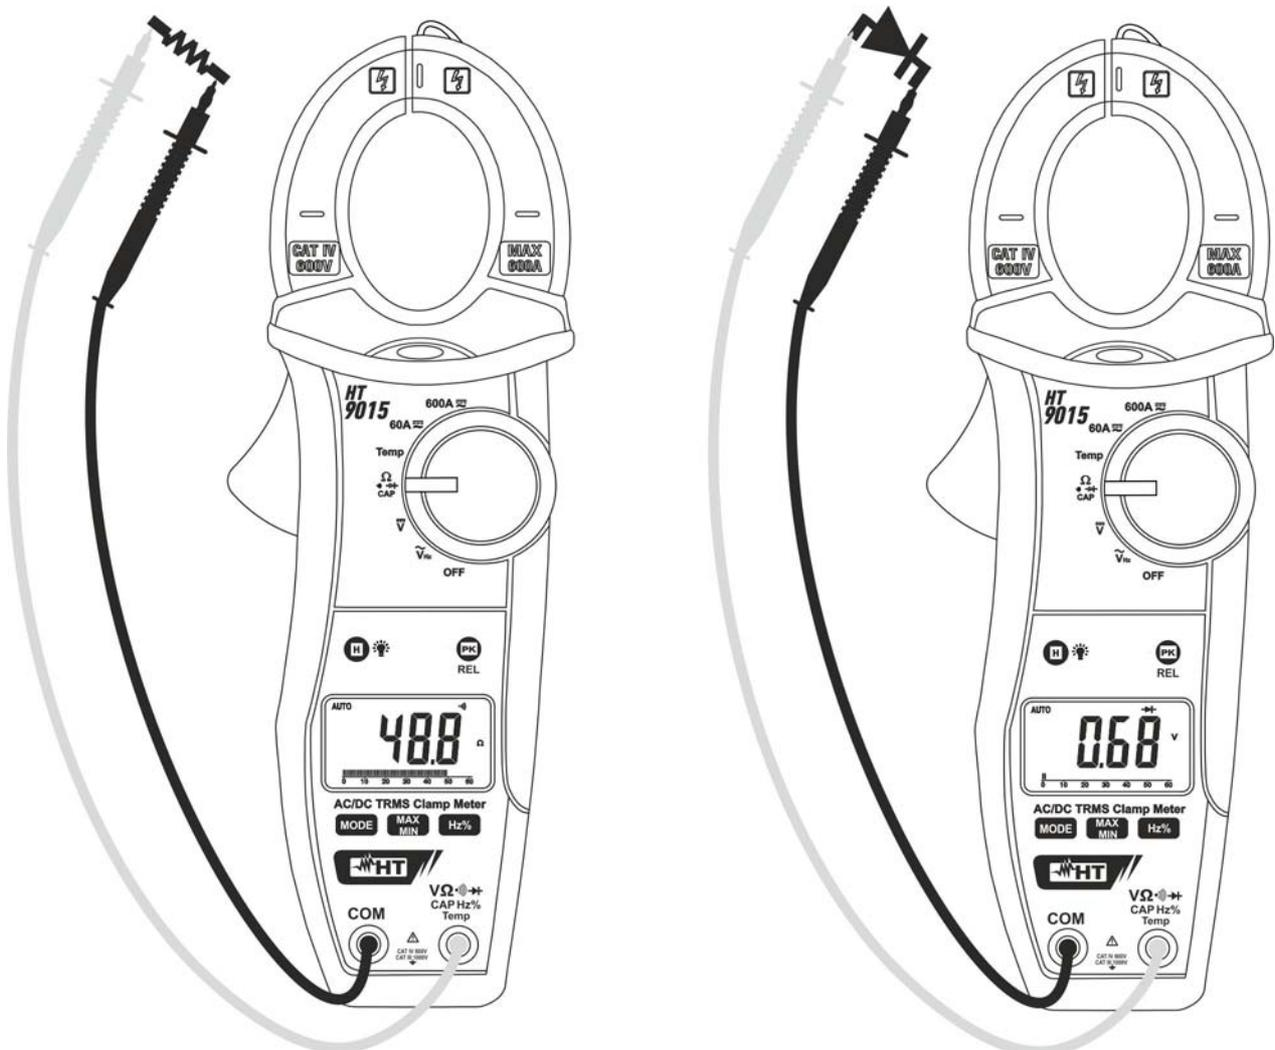

Fig. 6: Uso della pinza per Test Continuità e Prova Diodi
3. Inserire il cavo rosso nel terminale di ingresso  $V\Omega \rightarrow \text{CAP Temp}$  e il cavo nero nel terminale di ingresso **COM** ed eseguire il test di continuità sull’oggetto in prova (vedere Fig. 6 – parte sinistra). Il cicalino emette un segnale acustico quando il valore della resistenza misurata è inferiore a circa  $60\Omega$
5. Connettere il puntale rosso all’anodo del diodo e il puntale nero al catodo in caso di misura di polarizzazione diretta (vedere Fig. 6 – parte destra). Invertire la posizione dei puntali in caso di misura di polarizzazione inversa